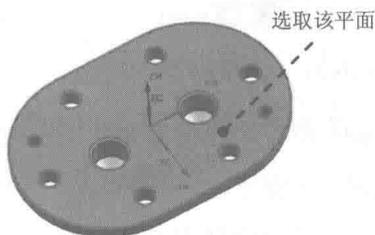

图 1.3 切削区域
Step2. 选取图 1.3 所示的面为切削区域, 在“切削区域”对话框中单击 **确定** 按钮, 完成切削区域的创建, 同时系统返回到“底壁加工”对话框。